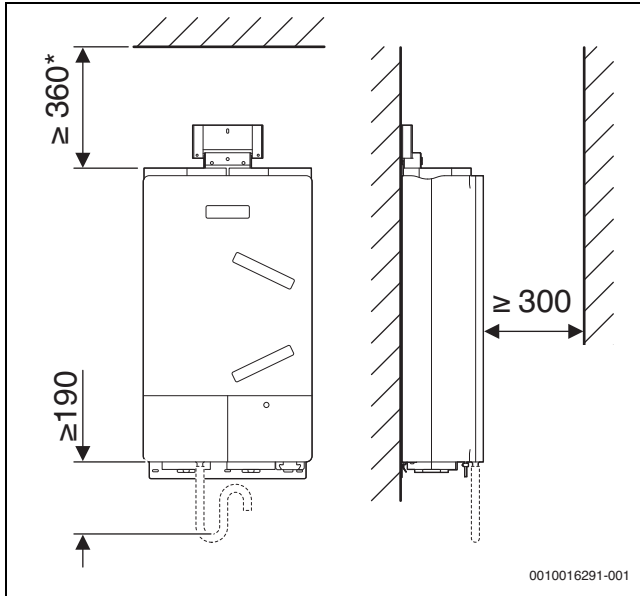

Bild 24 Wandinstallation
- ▶ Mindestabstände beachten (→ Bild 24).